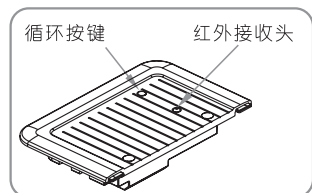

图22
10. 接通银幕的电源，操作过程请注意不要触碰到高压带电部分 (AC IN 和 Motor 端)，按一下左端盖上的循环按键 (图22)，让银幕来回升降一至两次，功能正常的话请切断银幕的电源，进行下一步安装工作。